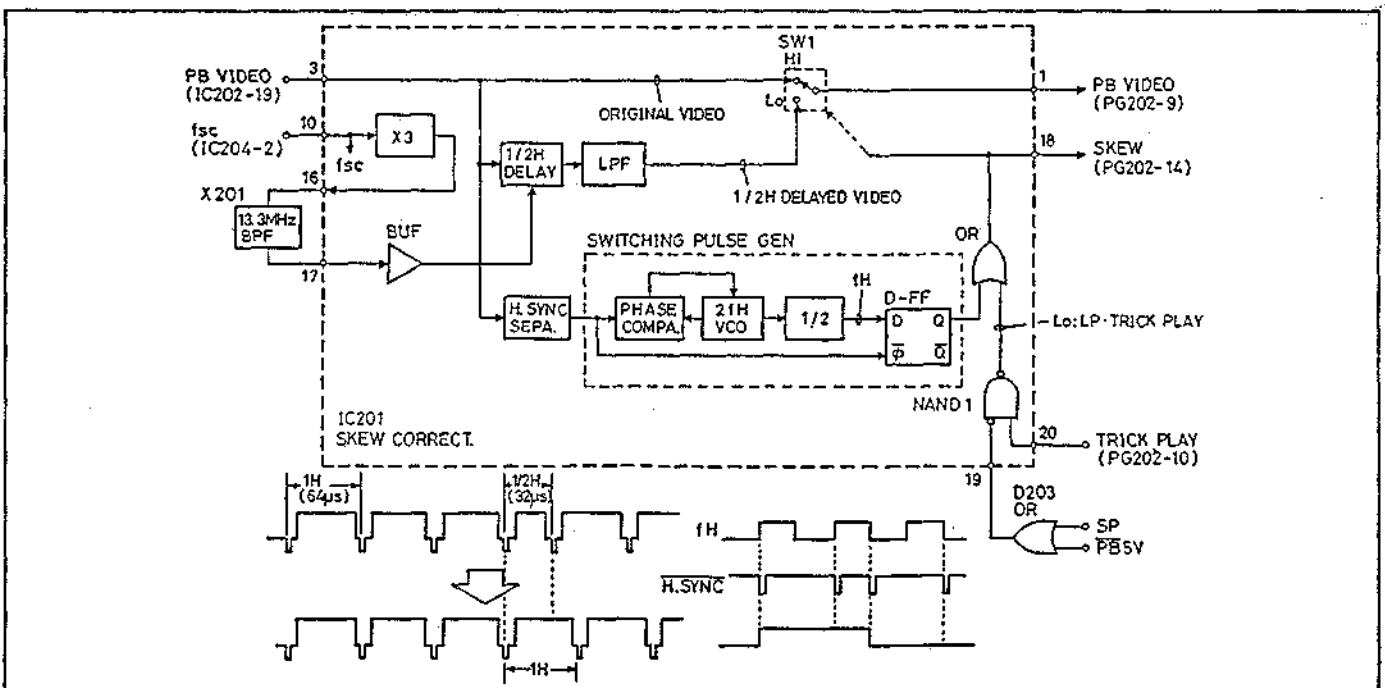

Abb. 5.25 Schräglaufrückkorrektur-Schaltkreis
(13) Amplitudensieb (SYNC SEPA.) Das Ausgangsvideosignal passiert SW2 und gelangt an das Amplitudensieb (SYNC SEPA.), welches das Synchronisignal wie im Aufnahmebetrieb teilt. Das Ausgangssignal gelangt an Stift 20.
(14) Schräglauflinienkorrektur-Schaltkreis (IC201: SKEW CORRECT., Abb. 5.25)
Schräglauflinienkorrektur-Schaltkreis (1/2H-Verzögerungsschaltkreis, Abb. 5.25)